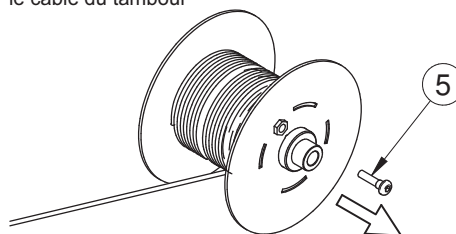

Fig. 4.3
3) Dévisser et enlever la vis Réf.5 Fig.4.3 et dérouler complètement